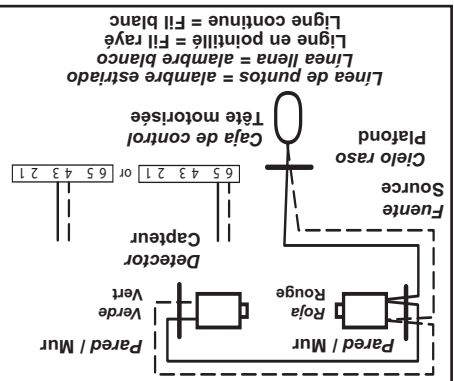

FIG. 4-5b *Métodos del detector y fuente*
- Corra el alambre de la pared a los detectores del Safe-T-Beam® (Fig. 4-5b).
- Corra el alambre del cielo raso a la caja de control (Fig. 4-5b).
- Achémener le fil du mur aux capteurs Safe-T-Beam® (Fig. 4-5b).
- Achémener le fil du plafond à la tête motorisée (Fig. 4-5b).